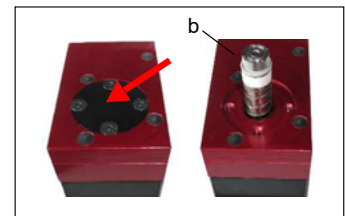

BILD 16
- Die Schrauben des Drehverschlusses auf der Oberseite der Gewindeformeinheit lösen und den Drehverschluss entfernen (BILD 16);